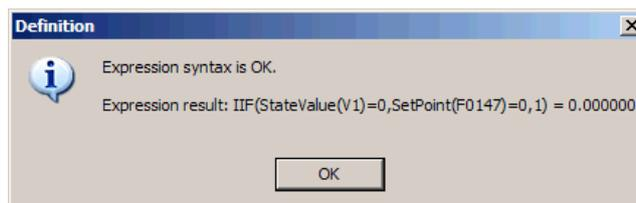

Рис. 3.47. Диалоговое окно при успешном тесте выражения.
5. Нажмите на кнопке **Test Expression**, чтобы посмотреть, корректно ли выражение. Рис. 3.47 показывает диалоговое окно при опробовании корректного выражения.